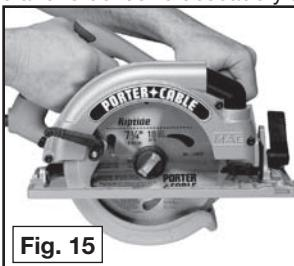

Fig. 15
**! ADVERTENCIA** Para su protección máxima, el control efectivo de esta sierra poderosa requiere un manejo con las dos manos. Es importante sostener bien la pieza en elaboración y agarrar la sierra firmemente para prevenir la pérdida de control la cual puede causar una herida personal. Fig. 15 ilustra el apoyo manual correcto de la sierra.